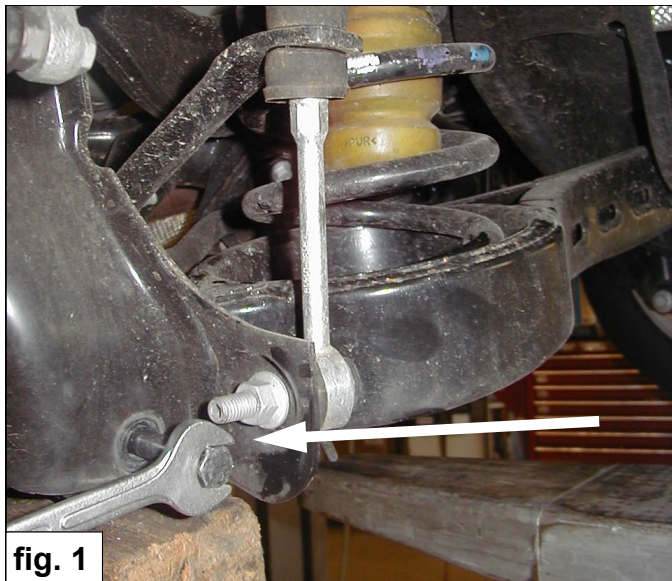

fig. 1
2. Ondersteun de draagarm en verwijder de bout van de draagarm aan de wielzijde. Zie fig. 1. **Let op: de draagarm staat onder veerspanning.**
2. Support the wheel arm and remove the wheel arm bolt at the wheel side. See fig. 1. **Take care: The wheel arm is under tension of the spring.**
2. Unterstützen Sie den Tragarm und entfernen Sie den Tragarmbolzen an die Radseite. Siehe Fig. 1. **Beachten Sie darauf dass der Tragarm unter Federspannung ist.**
2. Soutenez le bras de suspension et enlevez le boulon du bras de suspension côté roue. Voir fig. 1. **Attention: le bras de suspension est sous tension.**
2. Sostenga el soporte y remueva el perno del soporte al lado de la rueda. Véase fig. 1. **Atención El soporte está bajo tensión de muelle.**
6. Sostenga el soporte y monte el perno al lado de la rueda. Véase fig. 1.